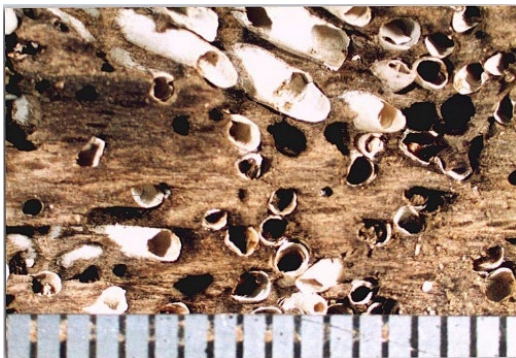

図3 フナクイムシの食害痕
- ・二枚の貝殻（6～8 mm）を左右に回転させたり押しつけたりすることにより、貝殻表面で木材を磨砕し、それを食料（栄養源）としています。同時に、石灰質を分泌して穿孔した壁面を固めることにより体を保護しています（図3）。